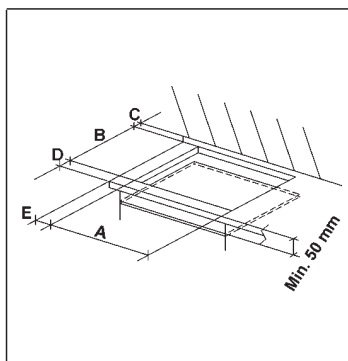

ABB. 7
In dem Möbelstück, in das das Kochfeld eingefügt werden soll, ist eine Einbauöffnung anzubringen, die den in mm angegebenen Maßen der Abb. 7 entsprechen muss. Es ist darauf zu achten, dass die kritischen Entfernungen zwischen dem Kochfeld, den Seitenwänden, der rückwärtigen und der oberen Wand eingehalten werden (siehe Abb. 7 und 8).
- Um eine Berührung der Bodenplatte zu vermeiden, die bei eingeschalteter Mulde sehr heiß werden kann, muß unterhalb der Mulde im Abstand von 50 mm eine zusätzliche Holzplatte eingesetzt und befestigt werden (Abb. 7).